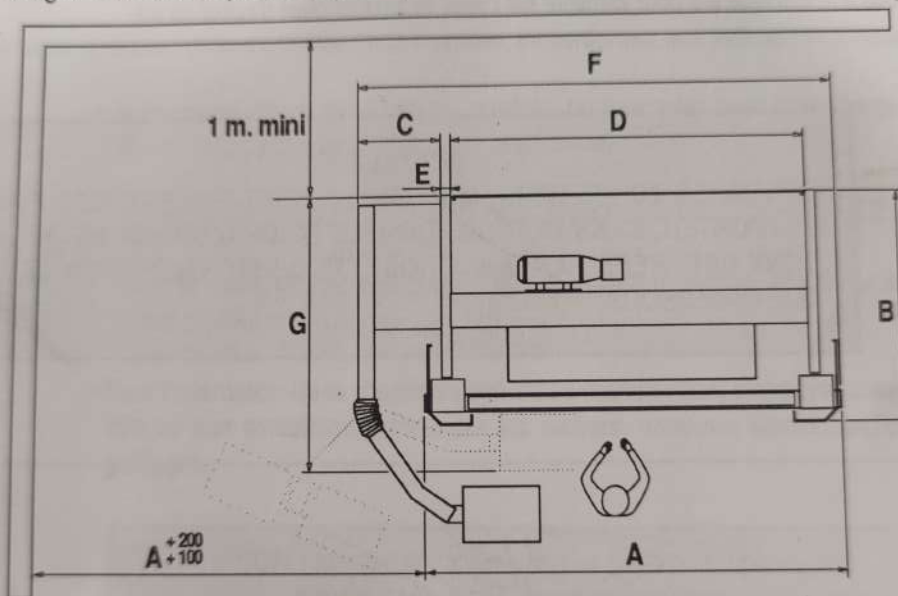

Fig. 2.1
- Sur au moins l'un des deux cotés, prévoir un dégagement légèrement supérieur à la longueur maximale de pliage. Ceci pour permettre le dégagement latéral de pièces dont la longueur est au moins égale à celle de la presse (Fig. 2.1 ; cote A, silhouette machine en version "de base").